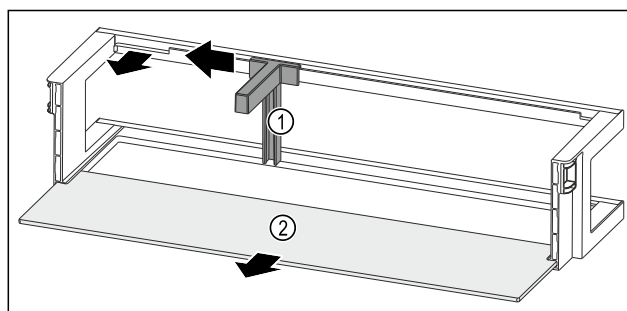

Fig. 98 Półka w drzwiach z uchwytem butelek i półką
- Przesunąć uchwyt butelek Fig. 98 (1) na bok do zagłębienia.
- Wyjąć uchwyt butelek Fig. 98 (1).
- Wyjąć półkę Fig. 98 (2).